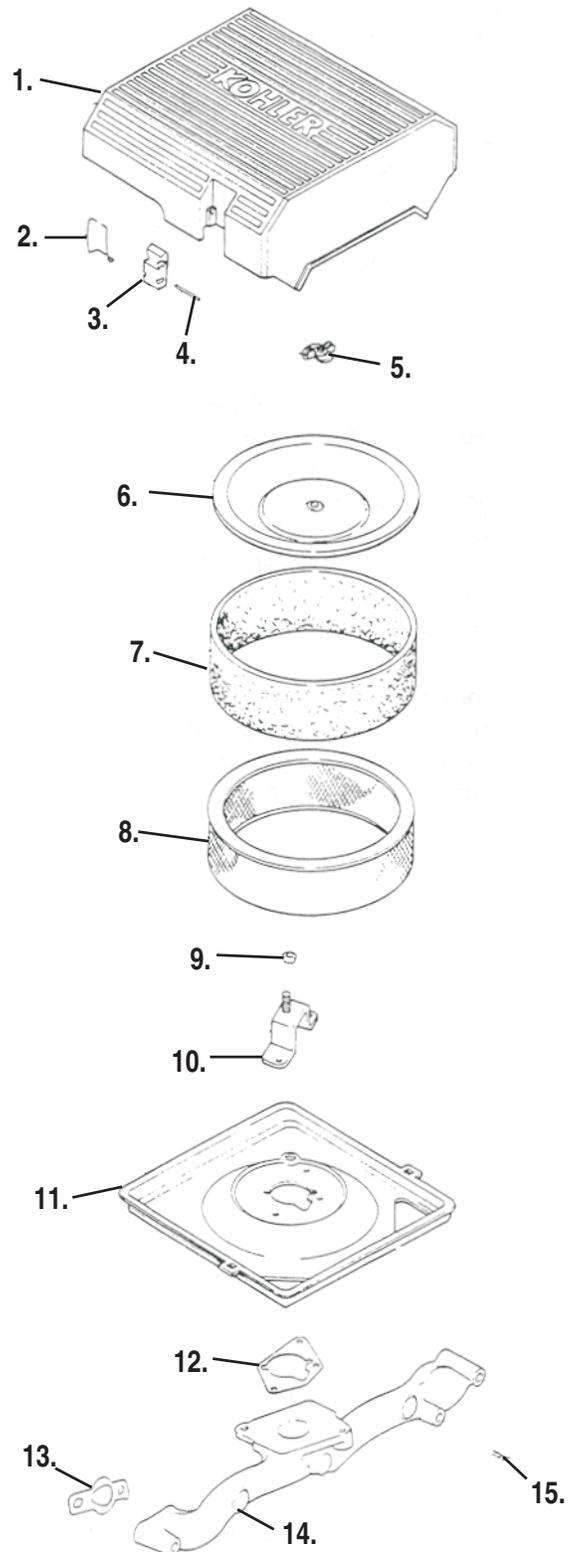

Figure 13. Composants de l'épurateur d'air
Pour entretenir le pré-dépoussiéreur, suivre les étapes suivantes; consulter la figure 13 :
1. Libérer les languettes situées de chaque côté du couvercle d'épurateur d'air (figure 13), et enlever le couvercle.
Composants de l'épurateur d'air – voir la figure 13.
Se reporter aux étapes suivantes et à la figure 13 :